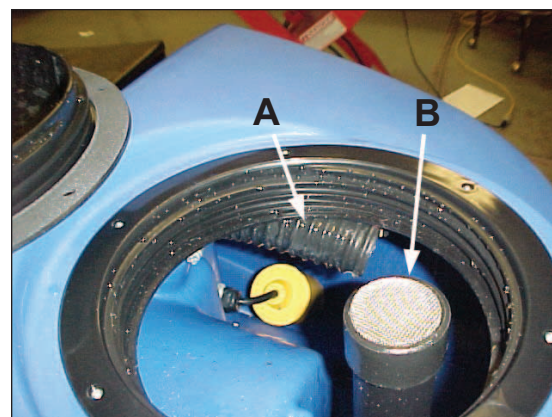

Figure 41
3. Flexible de récupération - Placez le tuyau d'arrosage dans le réservoir de récupération. Le tuyau de récupération se situe à l'arrière de la bague fileté (voir figure 41, A). **REMARQUE : Ne placez pas le flexible dans une entrée d'aspiration (voir figure 41, B) afin d'éviter tout endommagement.**